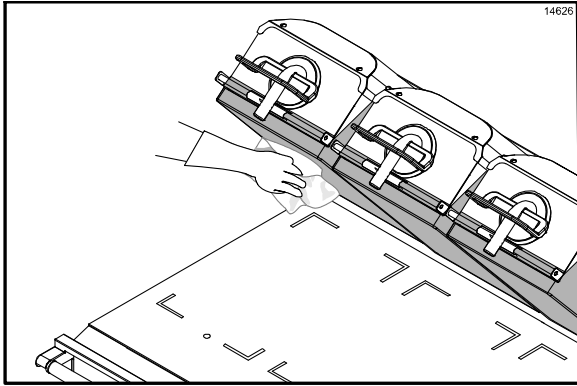

图 81
7. 用干净、浸湿消毒液的煎炉抹布擦拭铁弗龙不粘膜的暴露表面。(请见图 81)